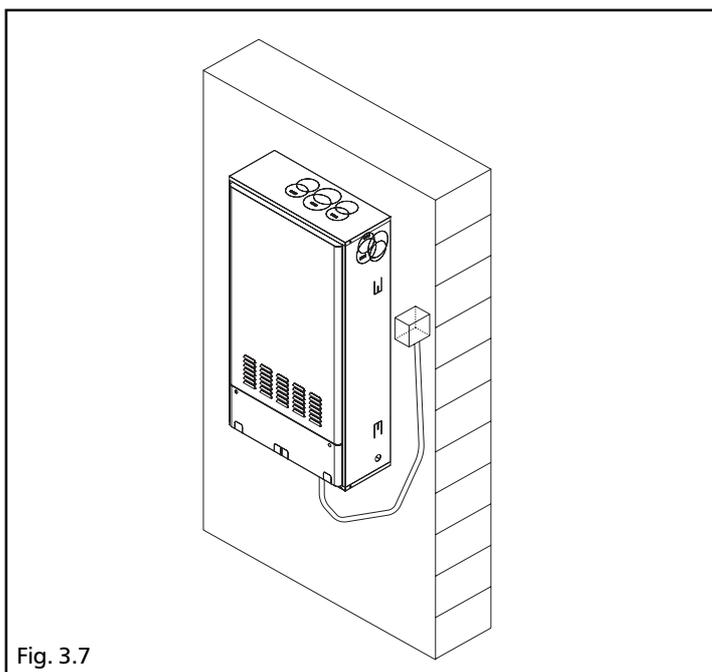

Fig. 3.7
- svitare la vite di fissaggio della scatola connessioni elettriche, quindi sganciarla dalla sua sede (fig. 3.7).